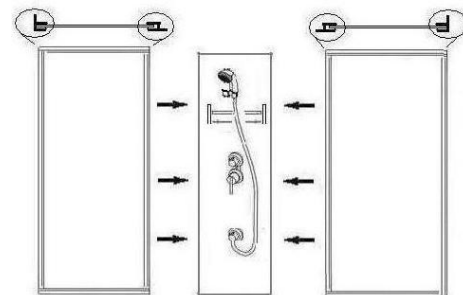

Рис.7
3.3. Совместите отверстия для крепежа на центральной стойке /3/ и на задних стенках /5 и 6/, скрепите их с помощью саморезов 4*8 /30/ (рис. 7)